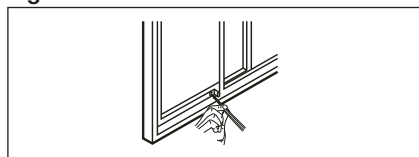

Fig. 22
7. Para sujetar la guillotina deslizante en su sitio, acople el cierre de guillotina de ángulo recto con un tornillo de 12,7 mm como se indica en la Fig. 22.